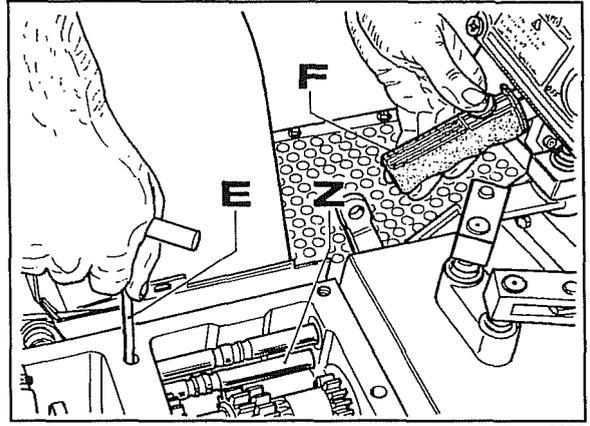

Abb. 12
- Zum Wiedereinbau von Feder **D** und Kugel **C** ist die Feder mit einem Werkzeug (**E** Abb. 12) vorzuspannen und gleichzeitig der Zapfwellenhebel **F** Abb. 12 loszulassen, der sich aufgrund der Wechselwirkung die Stange **Z** nach hinten bewegen wird.